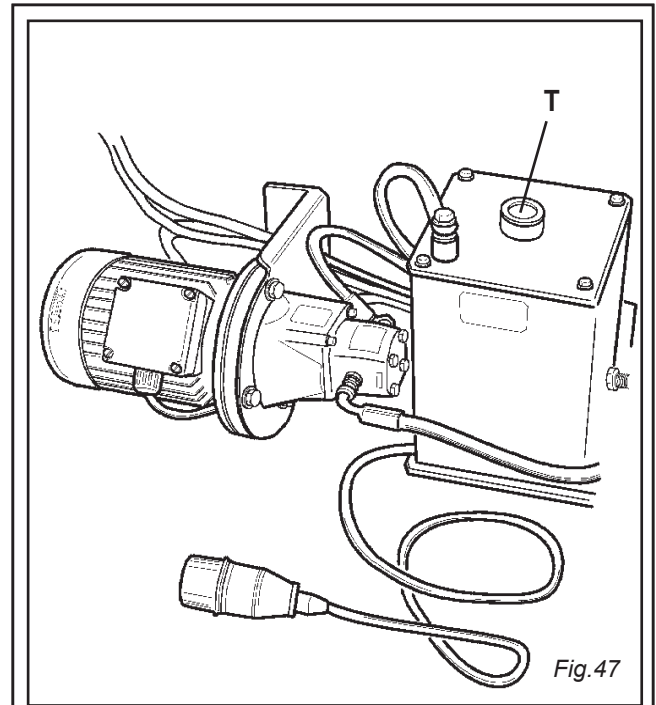

Fig.47
Den Ölstand der hydraulischen Einheit mittels des unter dem Verschluß (T) liegenden Eichstabes **periodisch überprüfen** (Abb. 47). Wenn nötig, mit Öl AGIP OSO 46 oder ähnlichen auffüllen (ESSO NUTO H46, SHELL TELLUS OIL 46, MOBIL DTE 25, CASTROL HYPIN AWS 46, CHEVRON RPM EP HYDRAULIC OIL 46, BP ENERGOL HLP...)